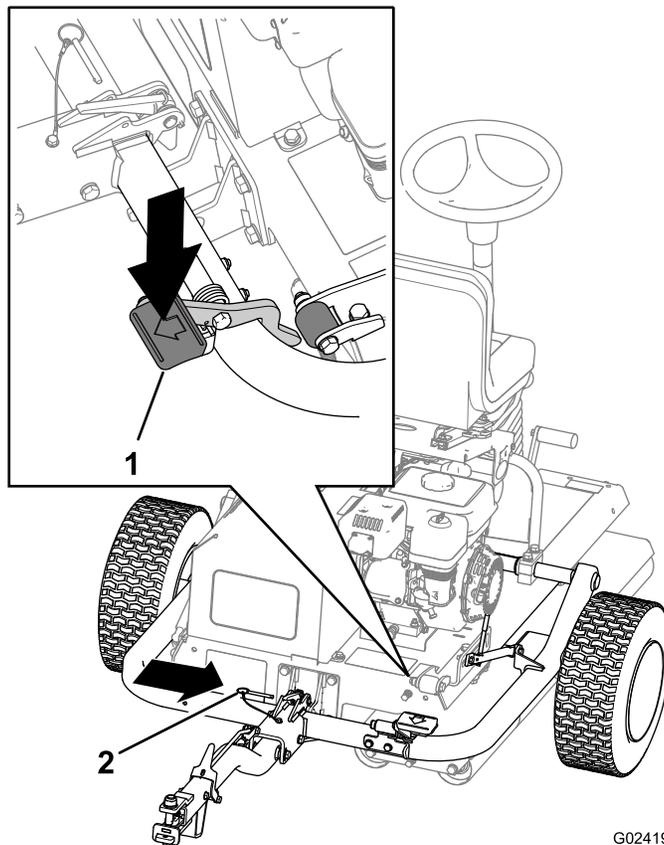

Bild 18
C. Treten Sie auf das Anbauvorrichtungspedal, bis die Anbauvorrichtung einrastet (Bild 18).
D. Stecken Sie den Arretierbolzen ein (Bild 18).